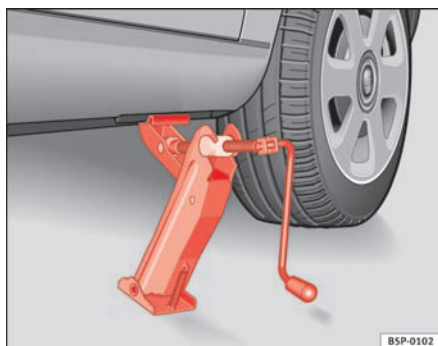

Fig. 181 Sådan sættes donkraften på.
- Stil donkraften således, at dens griber får fat i kanten på panelet, og den bevægelige bundplade står plant på jorden ⇒ side 253, fig. 181.